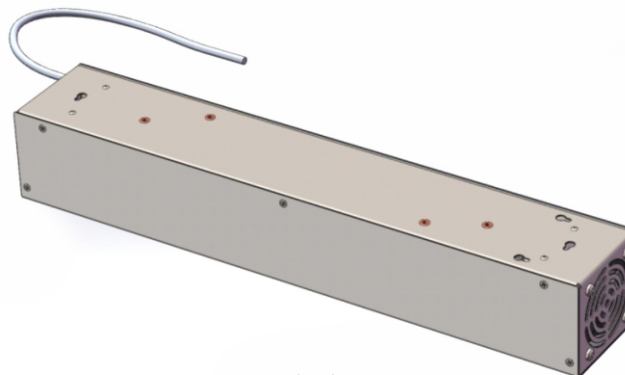

Рис. 1
1.2.1. Внешний вид изделия представлен на Рис. 1.